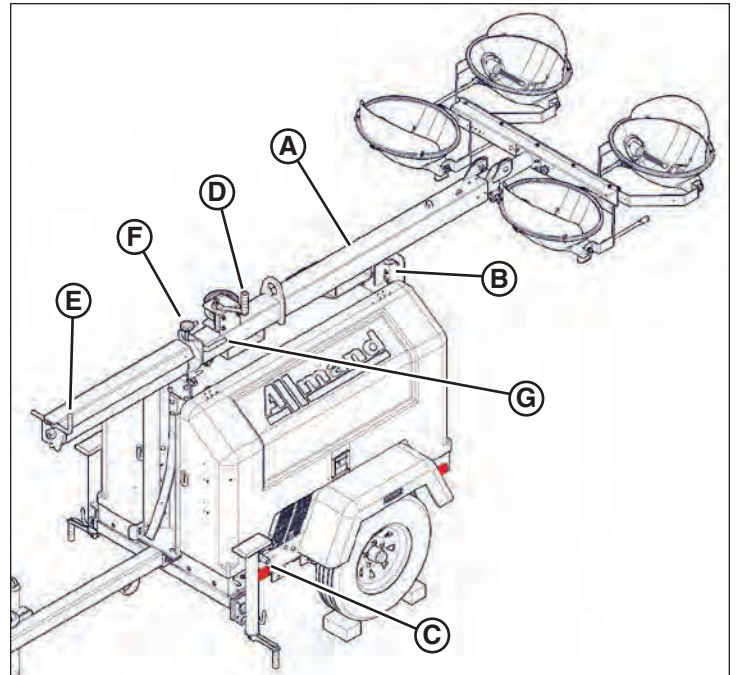

Figure 27
La tour au treuil manuel (A, Figure 27) peut être soulevée et étendue en faisant fonctionner les deux treuils à manivelle à main.
3. Dégager la goupille (B, Figure 27) qui retient le mât au support de mât arrière.
4. Faire fonctionner la manivelle à main (C, Figure 27) sur le côté droit de la remorque pour soulever le mât d'horizontal à vertical.
5. Engager la goupille ressort de verrouillage automatique (E, Figure 27).
- Faire fonctionner le treuil à manivelle à main (D, Figure 27) sur la tour dans le sens horaire pour soulever verticalement les lumières.
- Pour tourner les lumières, tourner le bouton supérieur noir (F, Figure 27) dans le sens antihoraire et tourner la tour avec les poignées (G). Resserrer le bouton.
- Desserrer le bouton supérieur noir (F, Figure 27) et tourner la tour jusqu'à ce que les poignées (G) soient parallèles avec l'avant de la remorque et resserrer le bouton.
- Faire fonctionner le treuil à manivelle à main supérieur (D, Figure 27) dans le sens antihoraire pour abaisser les lumières à la position verticale la plus basse.
- Faire fonctionner le treuil à manivelle à main inférieur (C, Figure 27) sur le côté de la remorque dans le sens horaire pour enlever tout lâche dans le câble.
- Dégager la goupille ressort automatique (E, Figure 27).
- Fixer la goupille de déverrouillage du support arrière (B, Figure 27), verrouillant le mât au support de tour arrière pour le remorquage.